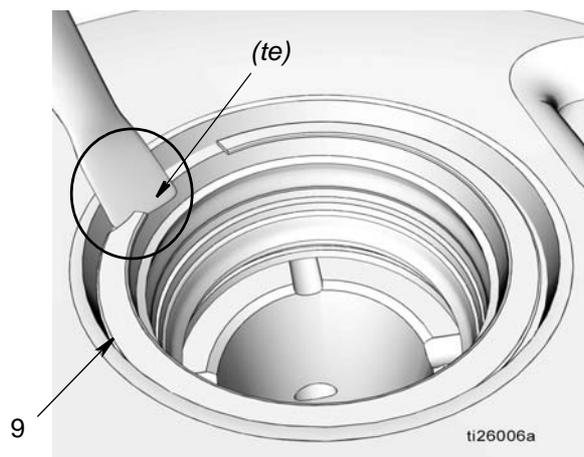
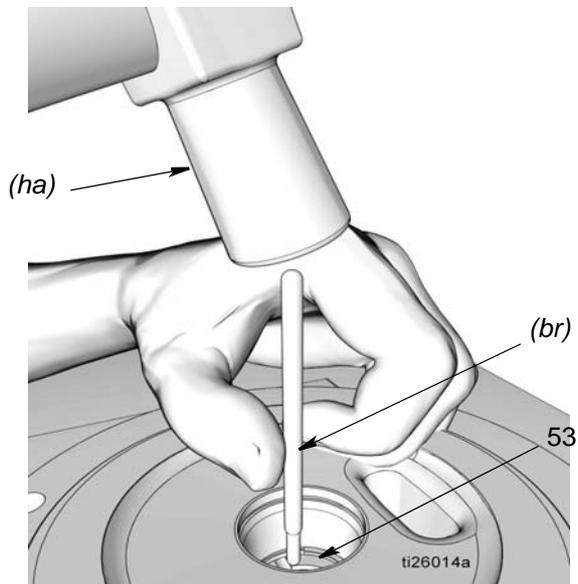

Рис. 25
Рис. 26
- a. Используйте плоское лезвие маленькой отвертки под скошенной кромкой (*te*) стопорного кольца (9) для снятия кольца, как показано на Рис. 25.
- b. Извлеките распорную деталь конического сечения (10), уплотнение (11) и распорную деталь (12).
- c. Используйте плоское лезвие маленькой отвертки под скошенной кромкой (*te*) стопорного кольца (51) для снятия кольца, как показано на Рис. 25, и снимите стопорное кольцо. **НЕ ДОПУСКАЕТСЯ СНИМАТЬ ПОСЛЕДНЕЕ СТОПОРНОЕ КОЛЬЦО (51).**
- d. Извлеките распорную деталь (12), уплотнение (11) и распорную деталь (12).
19. Используйте стержень из мягкой латуни (*br*) и молоток, (*ha*) чтобы аккуратно выбить элемент соединительной муфты (53) из основания насоса (1) (Рис. 26).